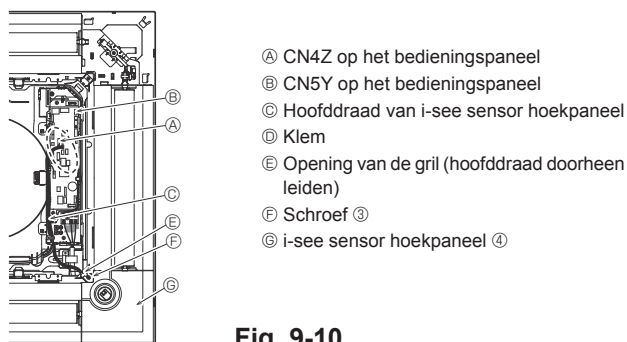

Fig. 9-10
9.4.6. Installatie van i-see sensor hoekpaneel (Fig. 9-10)
- Leid de connector van de hoofddraden (wit, 4-polig en wit, 5-polig) van het i-see sensor hoekpaneel (4) van de kant van de elektrische contactdoos op het hoofdapparaat en verbind deze met de connector CN4Z en CN5Y op het besturingspaneel.